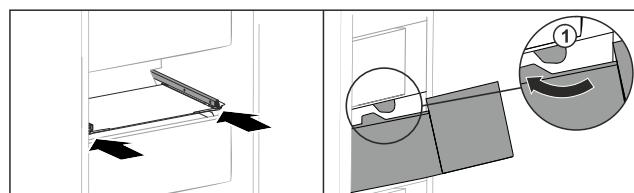

Fig. 156
- Predal speljite okrog zaustavljalnikov Fig. 156 (1).